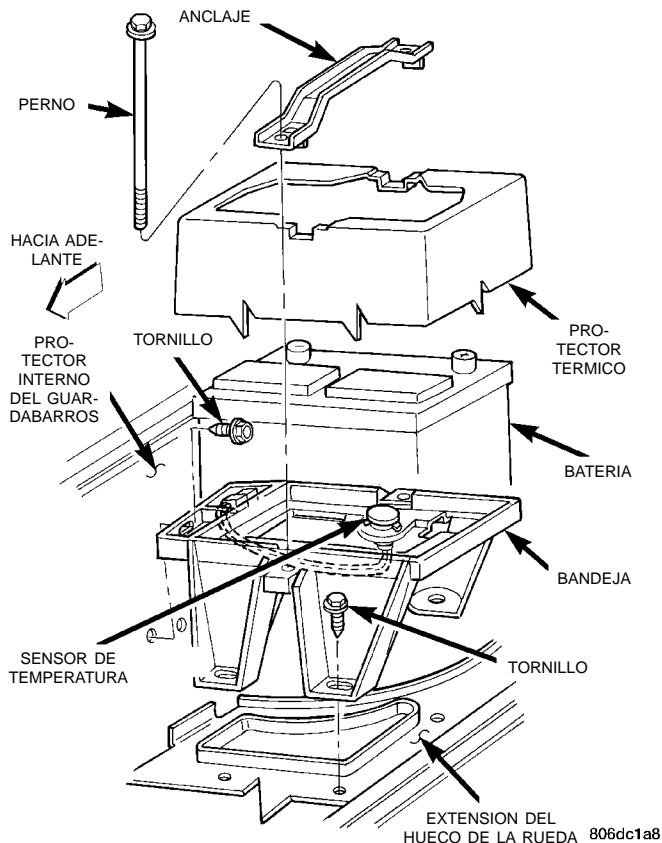
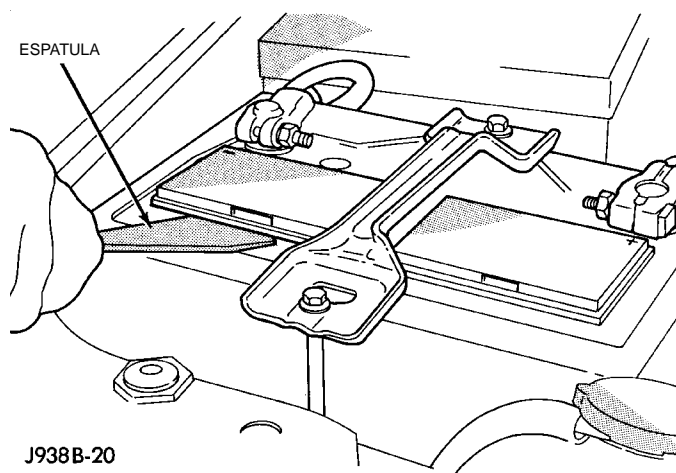

Fig. 18 Anclajes de la batería
Fig. 19 Desmontaje de tapas de células - característico
(4) Retire los anclajes de la batería y desmóntelo del vehículo (Fig. 18).
(5) Inspeccione la bandeja portadora y los anclajes de la batería para detectar signos de corrosión o daños. Elimine la corrosión mediante un cepillo de alambre y una solución limpiadora de bicarbonato de sodio y agua tibia. Pinte todos los metales descubiertos expuestos y reemplace las piezas dañadas.
(6) Inspeccione la caja de la batería en busca de cuarteaduras u otros daños que pudieran propiciar fugas de electrólito. Compruebe también si están flojos los bornes de la batería. Las baterías con cajas dañadas o bornes flojos deben reemplazarse.
(7) Verifique el nivel de electrólito de la batería. Utilice una espátula u otra herramienta de hoja ancha plana adecuada para hacer palanca y retirar las tapas de las células (Fig. 19). No utilice un destornillador. Agregue agua destilada a cada célula hasta que el líquido alcance la parte inferior del hueco del respiradero. NO LLENE EN EXCESO.
(8) Inspeccione el cristal de visualización del indicador de prueba incorporado para informarse sobre el